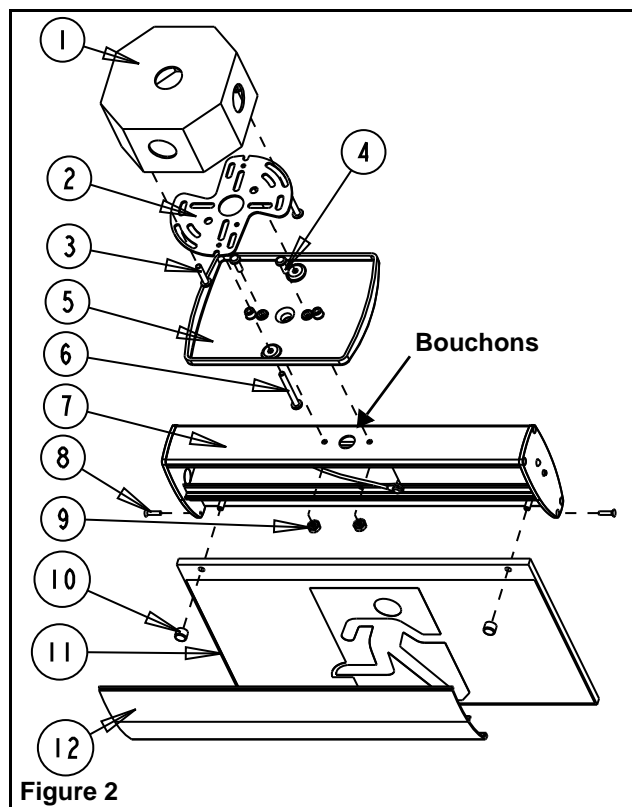

Figure 2
Montage en extrémité ou au plafond (voir fig. 2 et 3)
- a. **Pour le montage au plafond:** enlever les bouchons situés sur le dessus du boîtier (voir fig. 2).